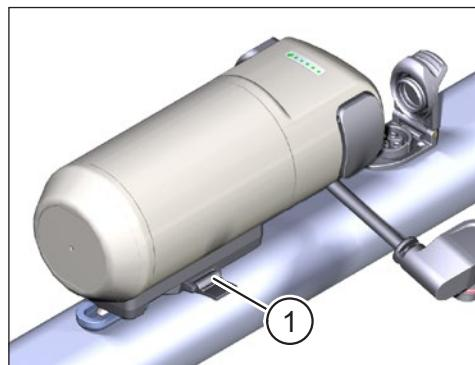

Abb. 6: FIDLOCK®-System verriegelt
- Schieben Sie die Verriegelungslasche bis zum Anschlag ein (siehe Pos. 1 in Abb. 6), um den Range Extender fest zu fixieren.